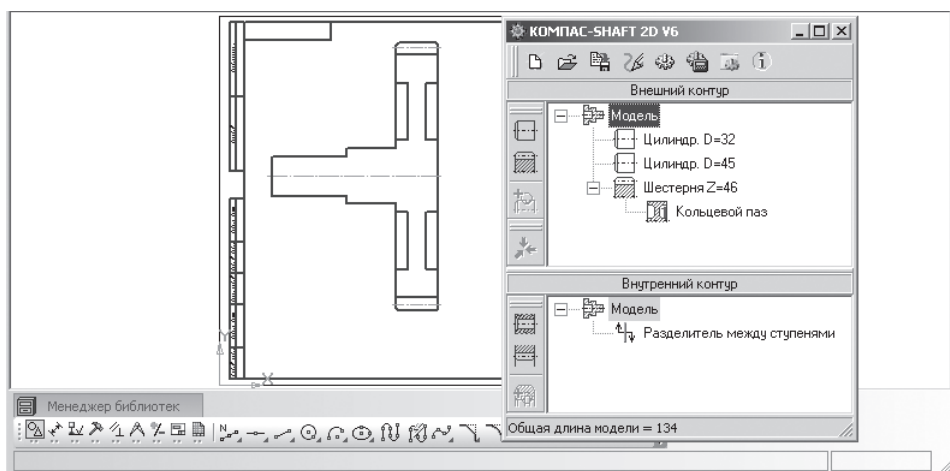

Рис. 3.23. Результат построения дополнительных элементов на зубчатом колесе – **Кольцевые пазы, типа 1**
- щелкните по кнопке **Применить**, а затем по кнопке **ОК**. Появятся вставляемые дополнительные элементы на зубчатом колесе – **Кольцевые пазы, типа 1**, см. рис. 3.23.